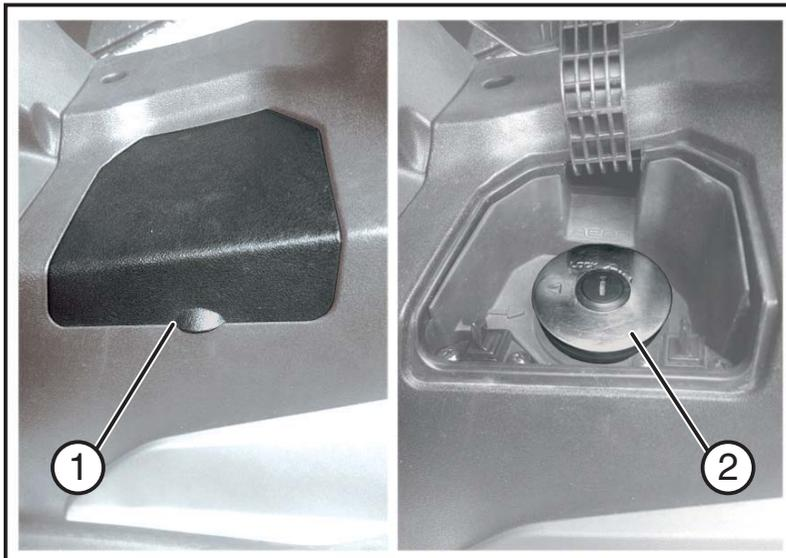

Fig. 02
- Open the flap«**1- Fig. 02**»;
- Remove the fuel filler cap «**2 - Fig. 02**».